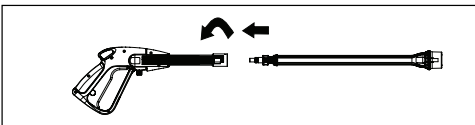

Figura 8
1. Introduzca la lanza de conexión rápida en la pistola y gire hacia la derecha hasta que se detenga totalmente como se muestra en la figura 8.